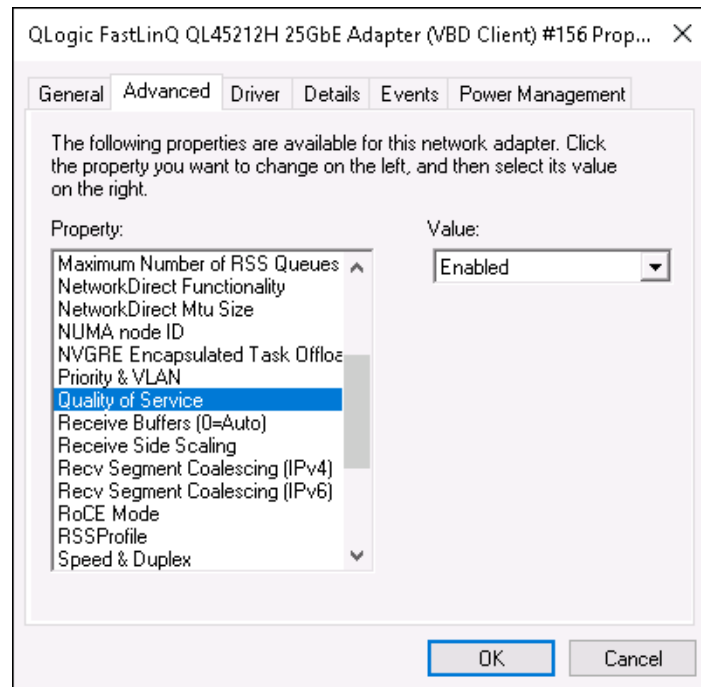

Figura 9-9. Advanced Properties (Propiedades avanzadas): Activación de la QoS
- b. En la página Advanced Properties (Propiedades avanzadas) del adaptador (Figura 9-9) en **Property** (Propiedad), seleccione **Quality of Service** (Calidad de servicio) y después establezca el valor en **Enabled** (Activado).